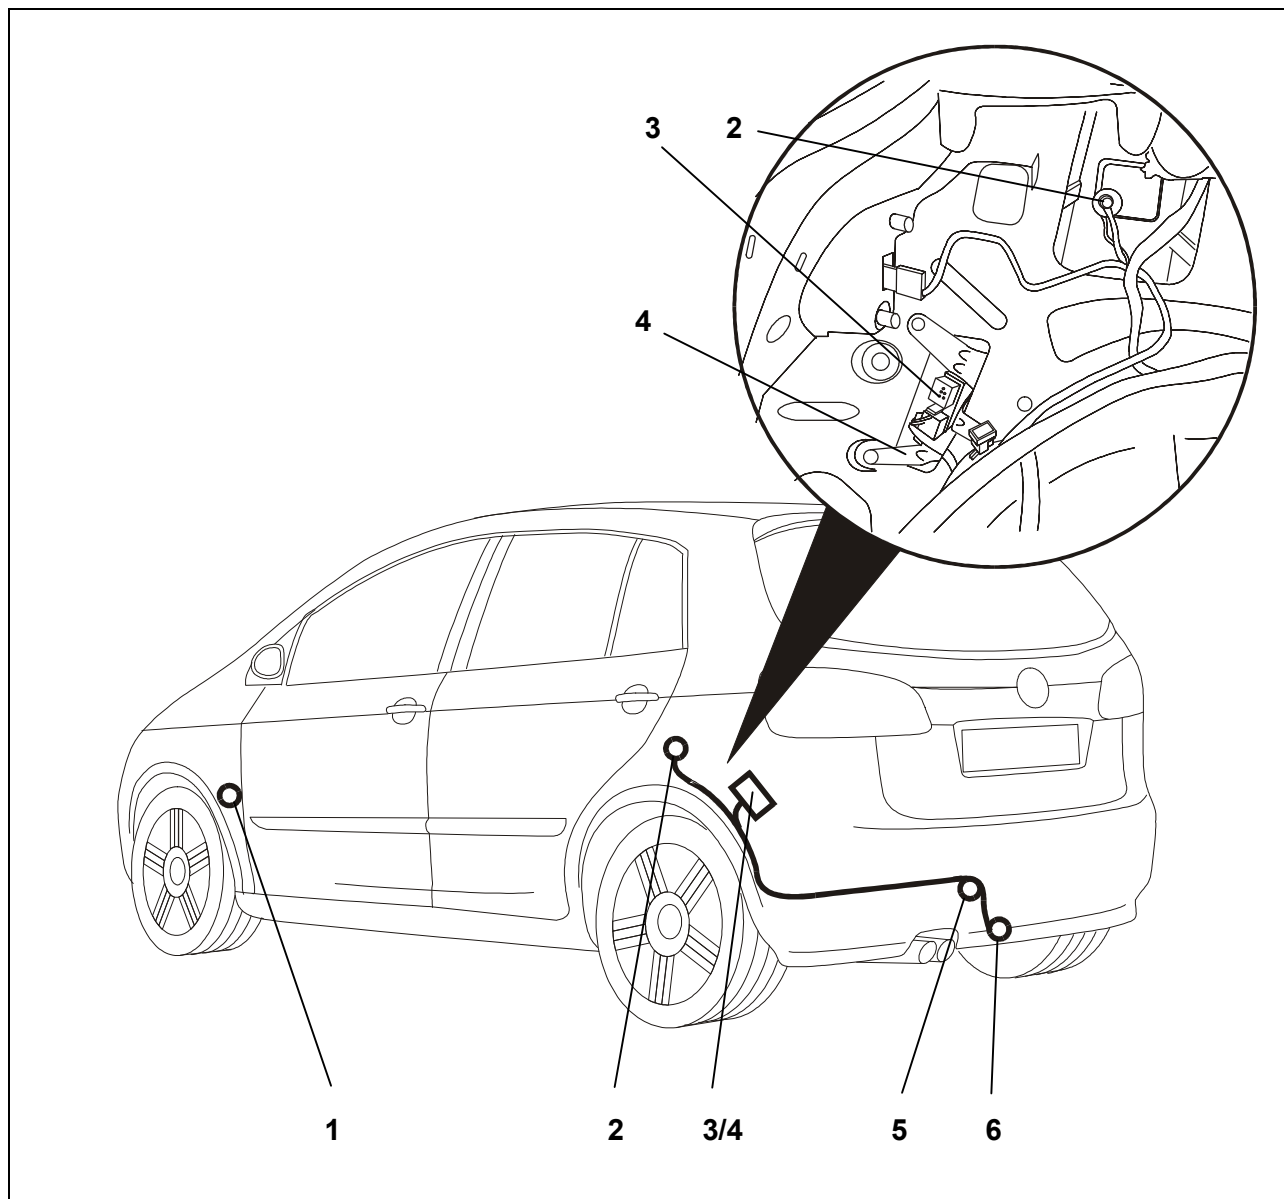

Fig. 1 - Schema di montaggio
3. Rimuovere la copertura del foro da 40 mm a sinistra, in prossimità del centro del veicolo, della lamiera posteriore del bagagliaio (fig. 1/5).
5. Con i dadi a scatto e le viti forniti in dotazione, fissare quest'unità sul punto previsto a sinistra all'interno del bagagliaio (fig. 1/4).
6. Far passare dall'esterno il terminale del cavo con lo spinotto a 16 poli e l'occhiello attraverso il passacavi e portarlo fino al modulo di collegamento rimorchio (fig. 1/3).
7. Infilare la bussola di gomma nel foro di passaggio cavi (fig. 1/5).
8. Portare l'estremità della presa del fascio cavi alla lamiera portapresa (fig. 1/6)
10. Fissare la presa al supporto (fig. 1/6) mediante le viti fornite in dotazione.
11. Inserire e bloccare in posizione il corpo della spina a 16 poli nel relativo connettore del modulo di collegamento rimorchio (fig. 1/3).
12. Rimuovere il rivestimento in espanso dal corpo del connettore rosso a 12 poli del veicolo, fissato alla lamiera del veicolo nella zona della centralina del rimorchio, e innestare il corpo del connettore nel punto d'innesto previsto del dispositivo di collegamento rimorchio (fig. 1/3) facendolo scattare in posizione.
13. Collegare i cavi marroni con l'occhiello al punto di massa del veicolo (fig. 1/2).
14. Scoprire i tre connettori a innesto a 2 poli dietro la centralina rete di bordo (fig. 1/1) avvolti al fascio di cavi „Conduttore al connettore diagnostico“, o posti dietro la centralina rete di bordo sul grosso kit di cavi con un rivestimento in espanso.